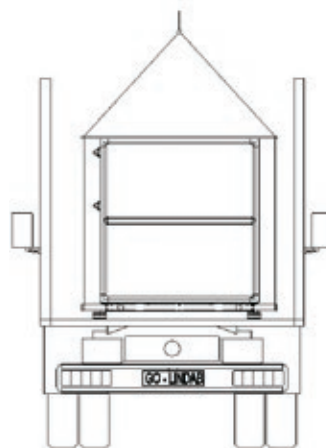

Рис. 4
- При погрузке или выгрузке с помощью крана всегда используйте подъемные трубы, как показано на рис. 4.